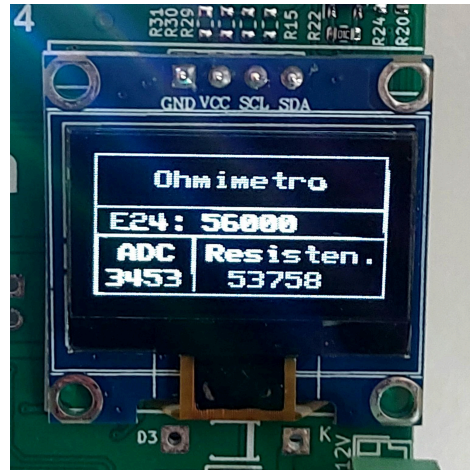

Figura 1 - Exibição de valores de ADC, resistência real e valor comercial
1. Modo de Exibição de Valores (Figura 1)